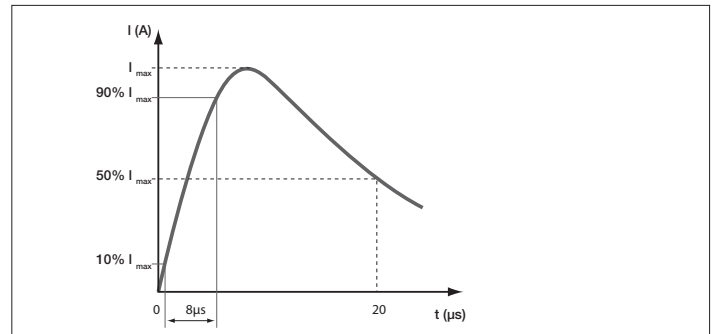

Abb. 4 Impuls 8/20 μ s
□ 8/20 μ s Impuls bis zu 3.000 A (s. Abb. 4);